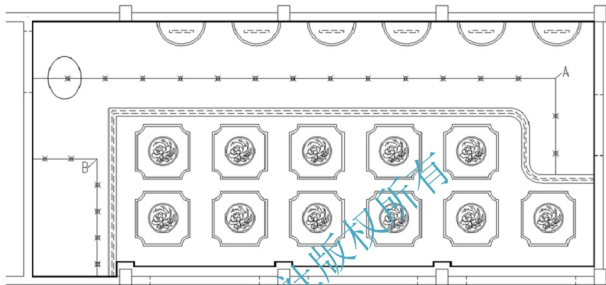
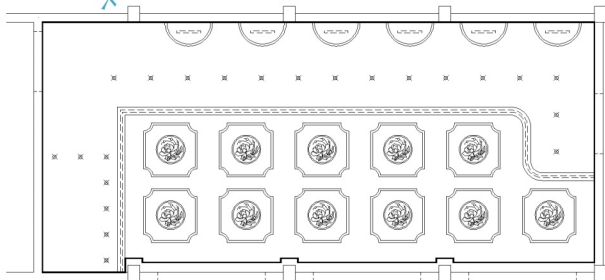

图 4.129 定距插入其他筒灯
图 4.130 修整图形
(2) 多次重复【绘图】|【点】|【定距等分】命令，分别选择 B 线偏上部分（等分距离为 950），C 线偏右部分（等分距离为 650），D 线偏上部分（等分距离为 650），结果如图 4.129 所示。
单击【绘图】工具栏上的【点】图标  或在命令行输入“Po”后按 Enter 键，启动【点】命令。在指定点：提示下，分别捕捉图 4.129 内的 A 点和 B 点，形成转角处的两个筒灯。
最后将图 4.129 圆圈内的筒灯和辅助线删除，结果如图 4.130 所示。